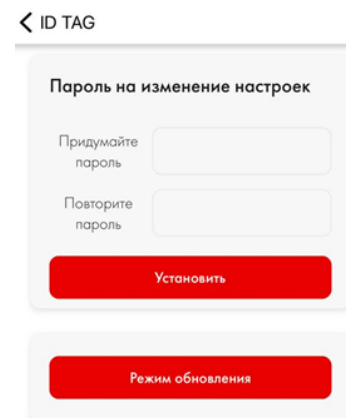

Рисунок 12 – Окно Настройки
- При нажатии кнопки «⚙️», откроется раздел **Настройки** (рисунок 12), в котором можно есть возможность установки пароля для защиты от несанкционированных изменений, а также возможность обновления версии программного обеспечения метки.
- Переведите датчик в режим обновления прошивки путём нажатия кнопки «Режим обновления» в мобильном приложении (рисунок 12);